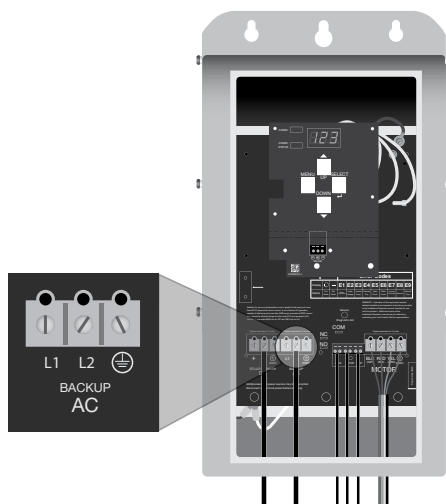

Figura 6: Conexión del cableado de CA
3. Conectar los cables desde el generador al bloque terminal etiquetado como "Back-up AC" (CA de respaldo) y marcado con L1, L2 y GND. (Figura 6) (Especificación de par de torsión: 15 libras-pulg/ 1.7 N-m).